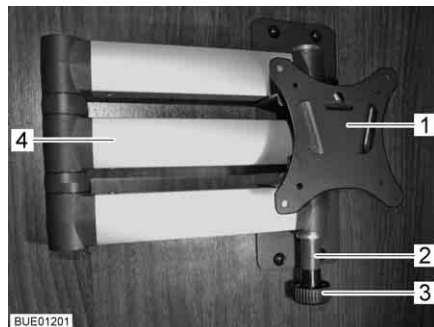

Fig. 86 Support à bras articulé
- Tirer sur le bouton de déverrouillage (Fig. 86,3). Le bras articulé (Fig. 86,4) est déverrouillé.
- Faire retourner l'écran plat dans sa position initiale jusqu'à ce que le support (Fig. 86,1) s'enclenche dans le verrouillage (Fig. 86,2).